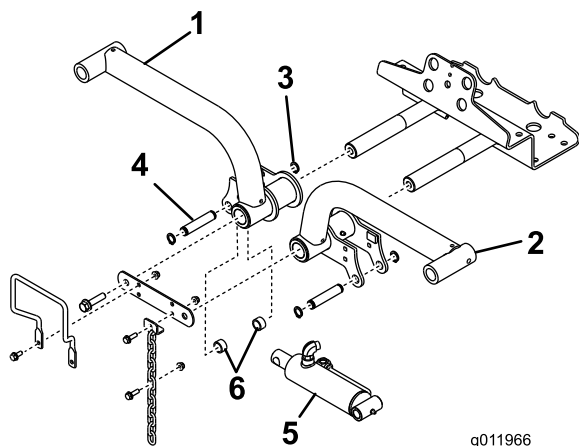

図 15
4. 左右の昇降アームをそれぞれピボット・シャフト (図 15) に差し込み、保管しておいたピボット・シャフト・リンクとキャップスクリュを取り付けて固定する。
- 昇降シリンダの右端を右昇降アームに連結する (ピン 1 本とスペーサ 2 個) (図 15)。リテーナ・リングで固定する。